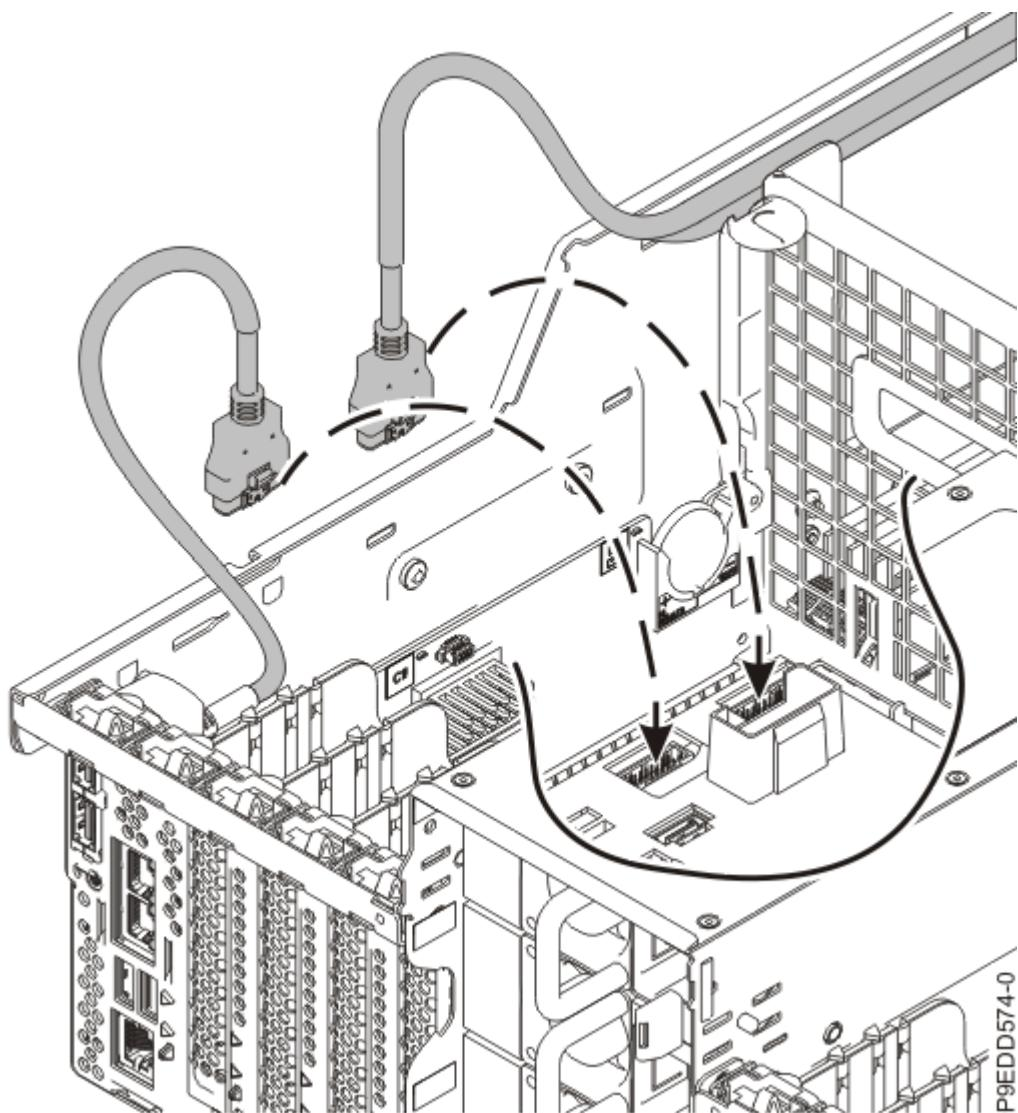

図 13. 前面 USB ケーブルおよび背面 USB ケーブルの再取り付け
4. 前面および背面の USB ケーブルのプラグをシステム・バックプレーンに差し込みます (16 ページの図 13 を参照)。